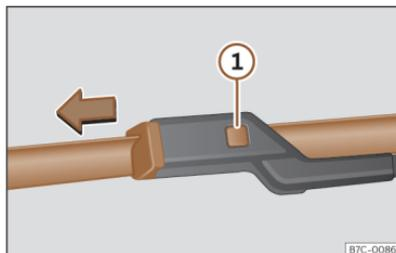

Fig. 179 Cambio de las escobillas del limpiaparabrisas.
- Mantenga presionada la tecla de desbloqueo >>> **fig. 179**  tirando ligeramente de la escobilla en el sentido de la flecha.